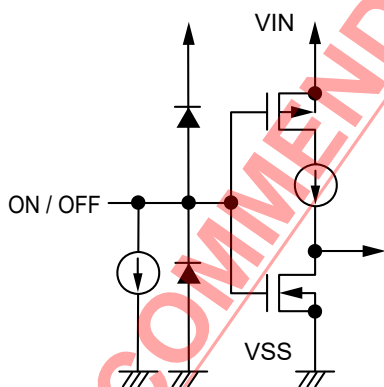

図17 S-1315シリーズA / Cタイプ
ON / OFF端子は図17、図18の構造になっています。
*1. ON / OFF端子をVIN端子に接続した状態で動作させたときのS-1315シリーズA / Cタイプの消費電流は、定電流分だけ多く流れますので注意してください (図17参照)。